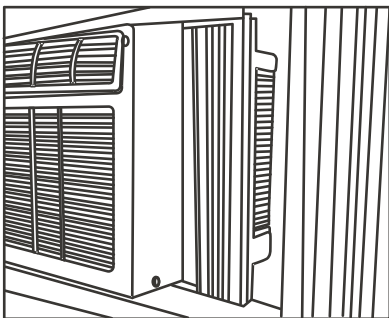

Fig.5
- 2 Garder une prise ferme sur le climatiseur, placer soigneusement l'unité dans l'ouverture de la fenêtre, de sorte que le bas du cadre du climatiseur soit contre le seuil de la fenêtre (Fig.5). Fermer soigneusement la fenêtre derrière le top rail de l'unité. (Il est suggéré de garder un angle descendant ainsi accumulée de l'eau de pluie peut drainer de l'arrière de l'unité.)